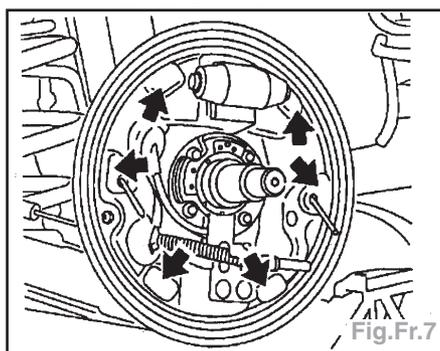

Fig.Fr.7
- Nettoyer le plateau et le tambour, enduire des deux côtés (flèches) de pâte anti-grinçage (Fig.Fr.7).